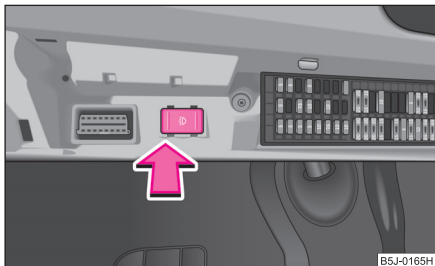

Fig. 34 Compartimentul siguranțelor: Întrerupătorul pentru lumina de zi
- Cuplați întrerupătorul pentru lumina de zi ⇒ fig. 34.
- Decuplați întrerupătorul pentru lumina de zi ⇒ fig. 34.